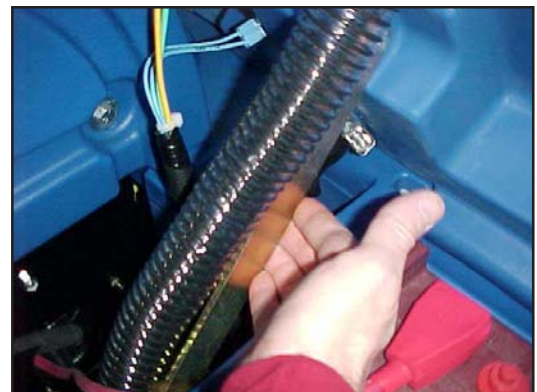

Figura 15
2. Antes de cargar las baterías, se debe ventilar el compartimento de las baterías. Para ventilar el compartimento, incline hacia arriba el depósito de recuperación hasta que quede bloqueado en una de las dos posiciones abiertas. Véase la figura 15. Para cerrar el depósito, levante el brazo sujetador y baje el depósito lentamente hasta la posición cerrada.